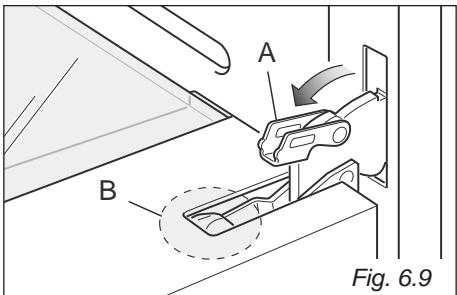

Fig. 6.9
- Ouvrez complètement le levier "A" sur les charnières de gauche et de droite (fig. 6.9).